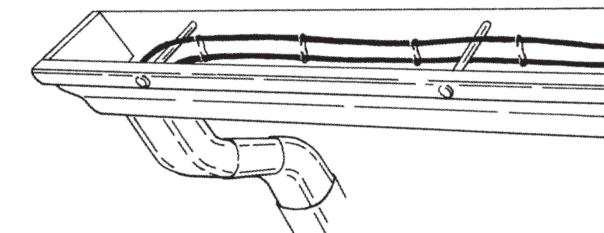

**Figure 5. Parcours du triangle près d'un puits de lumière**
- Parcours pour les puits de lumière :** Les sections de puits de lumière qui posent problème sont aussi traitées avec l'approche du «parcours du triangle». Cependant, il serait préférable que la hauteur des triangles soit plus grande que celle du long de la ligne de toiture. Augmenter la hauteur du triangle afin qu'elle s'étende à une rangée de bardeau (5 1/2 po) au-dessous du puits de lumière. La base du triangle est maintenue à 15 po (Voir Figure 5).